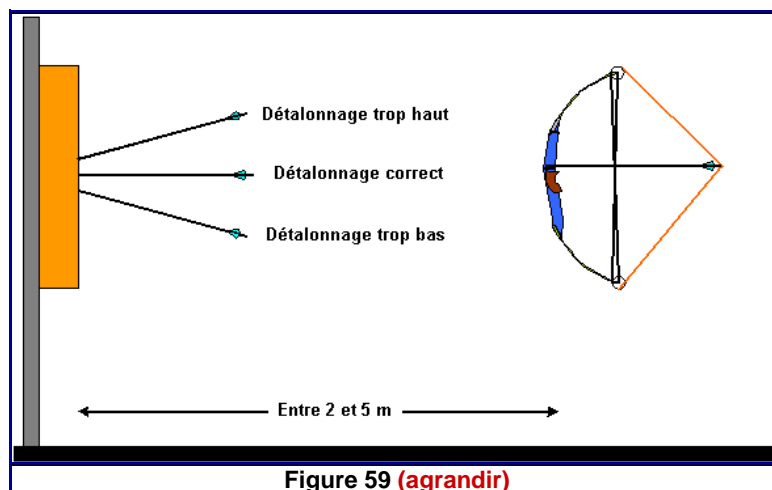

Figure 59 (agrandir)
- Se placer entre 2 et 5 m d'une cible pas trop dure et verticale, avec un décalonnage standard, un aide vérifie l'**horizontalité de la flèche** pleine allonge. (Figure 59)